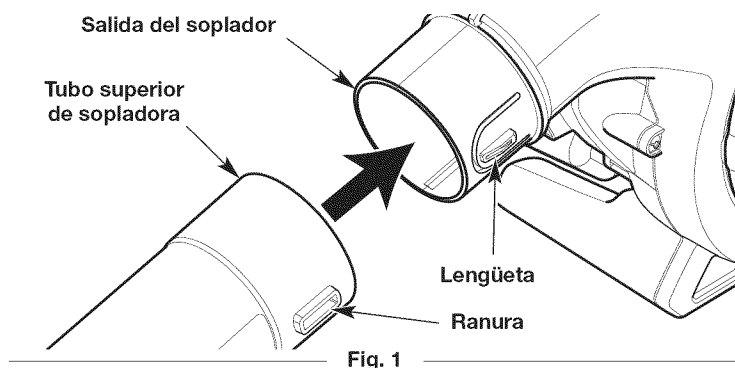

Fig. 1
2. Alinee la ranura del tubo superior de la sopladora con la lengüeta de la salida de la unidad (Fig. 1).
3. Oprima el tubo superior de la sopladora en la salida de la sopladora hasta que la lengüeta se trabe firmemente en la ranura (Fig. 1).